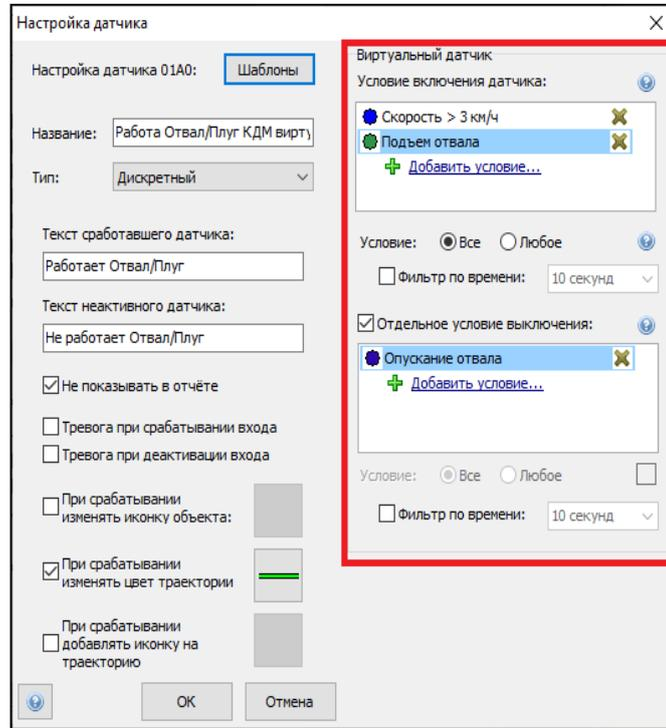

Рис. 92.
2.12.12. При данном методе настройки необходимо произвести проверка соответствия условий включения датчика. Рис. 92.